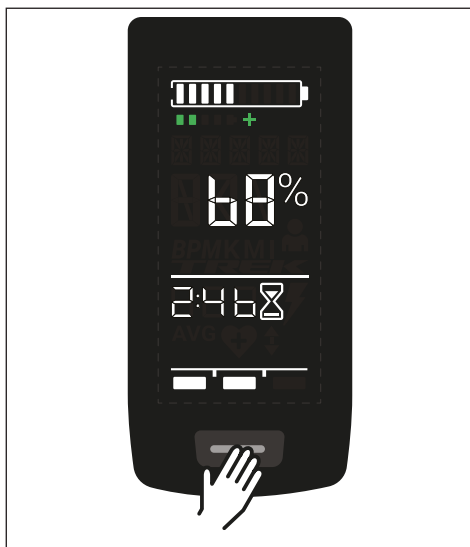

Fig. 3: Bouton de commande sur Display
- ▶ Allumez le Drive Unit en appuyant **brèvement** sur le bouton de commande du Display (voir Fig. 3).
- ▶ Éteignez le système en appuyant **longuement** (>3 s) sur la touche de commande du Display (voir Fig. 3).